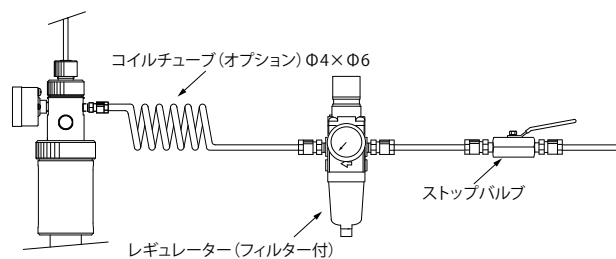

図4
- ・加圧型ホルダの近くに、レギュレータ (フィルタ付) を設け、UCF-301の加圧ホルダとの間をチューブ(Φ4×Φ6)で接続してください。【図4】参照